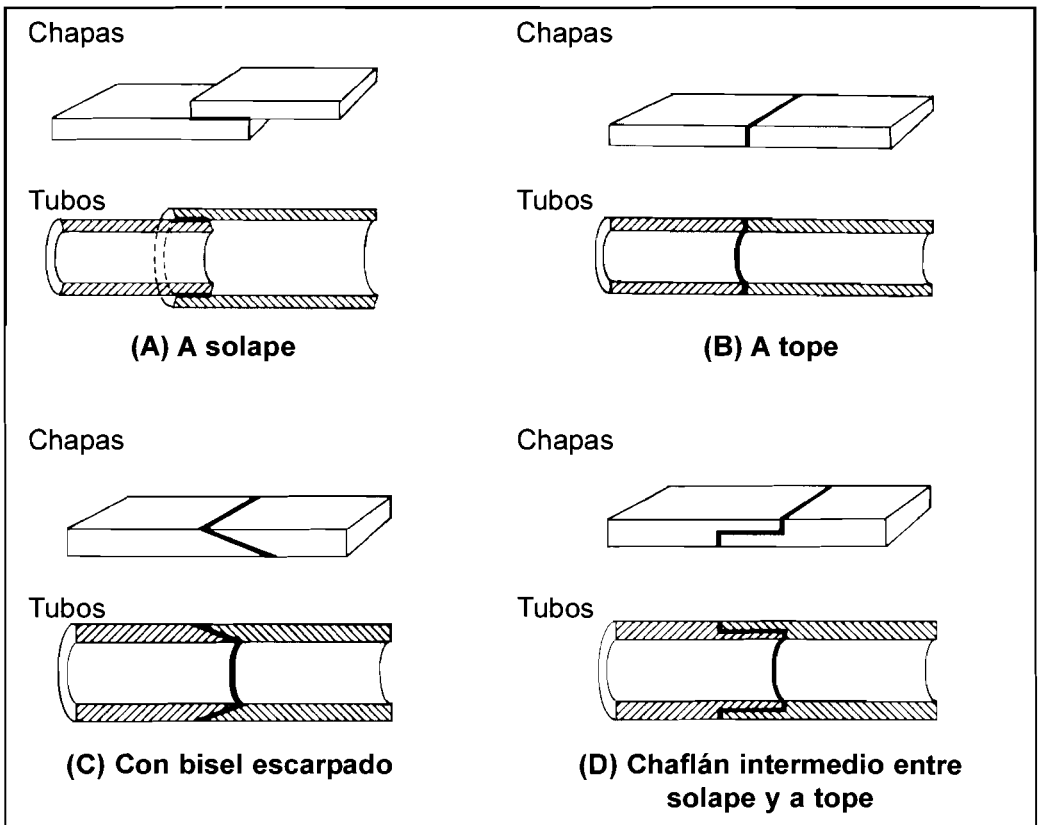

FIGURA 17.3: DISEÑO DE UNIONES MÁS UTILIZADAS EN EL SOLDEO FUERTE Y BLANDO
Los tipos de unión básicos utilizados son (ver figura 17.3):
- A solape [ver figura 17.3 (A)]. Son las que proporcionan mayor resistencia en la unión. El solape suele variar de una a tres veces el espesor de la pieza más delgada, éstos son los más empleados y presenta la desventaja de incrementar el espesor de la unión. Con este tipo de unión se debe asegurar que ésta sea al menos tan resistente como el material menos resistente de la unión.
- A tope [ver figura 17.3 (B)]. No tiene, ni con mucho, la resistencia de la unión a solape y se emplea cuando las condiciones de servicio no son muy severas.
- Con chaflán inclinado o escarpado [ver figura 17.3 (C)]. Es una mezcla de las dos anteriores. Sus propiedades son intermedias. Presenta la desventaja en cuanto a preparación y alineación ya que cuesta más que las anteriores.
En la figura 17.3 (D) se muestra un diseño intermedio entre las uniones a solape y a tope.